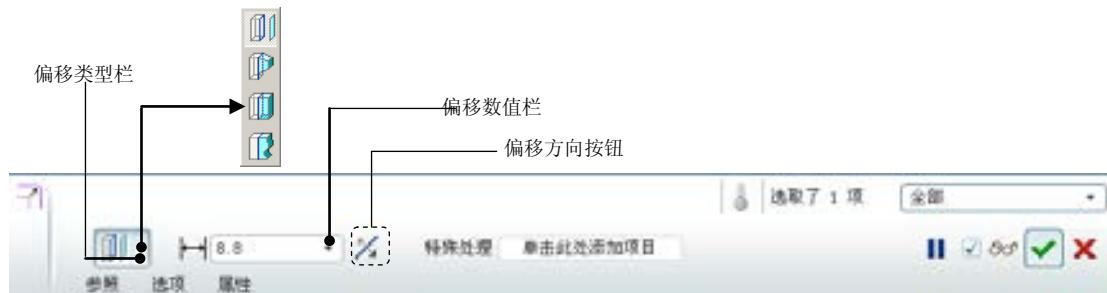

图 6.2.33 操控板
编辑(E) 下拉菜单中的偏移(O)...命令用于创建偏移的曲面。注意要激活偏移(O)...工具，首先必须选取一个曲面。偏移操作由图 6.2.33 所示的操控板完成。